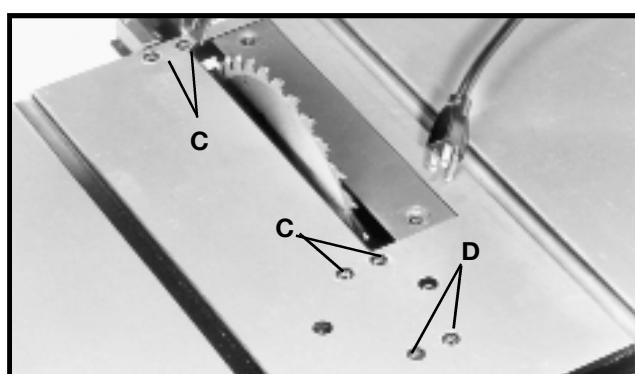

Fig. 43
6. Si las mediciones delanteras y posteriores (Figs. 41 y 42) no son idénticas, puede ajustar la hoja. Comience aflojando las tuercas debajo de los cuatro tornillos (C), Fig. 43, en la mesa. Luego afloje los tornillos (C). Mueva con cuidado la hoja de la sierra hasta que quede paralela a la ranura del calibrador de inglete. Una vez hecho esto, ajuste con firmeza las cuatro tuercas debajo de la mesa y los cuatro tornillos (C), Fig. 43.
**NOTA:** si no se puede obtener una regulación suficiente al aflojar los tornillos (C), también puede aflojar los tornillos (D) si es absolutamente necesario para realizar el ajuste.